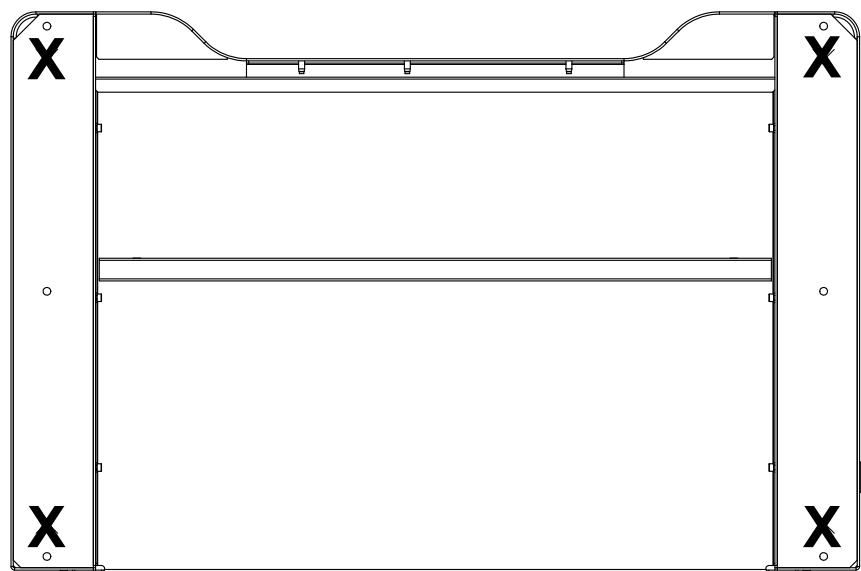

Figure 26. Dessous du bâti montrant l'emplacement des pieds du bâti
7. Localisez les pieds du bâti qui ont été retirés afin de boulonner le cadre à la palette d'expédition. Retirez les supports tubulaires à l'arrière de la base du bâti et installez les pieds du bâti aux emplacements indiqués dans Figure 26 à la page 87.